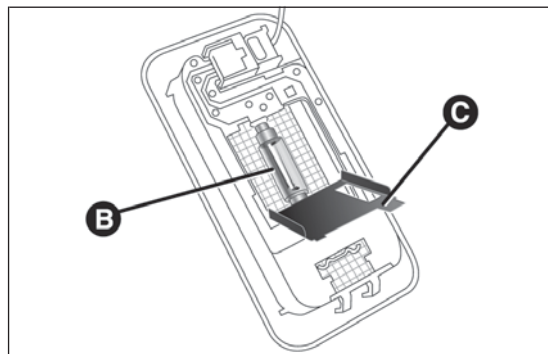

fig. 195
- ☐ aprire lo sportellino C fig. 195 e sostituire la lampada B, svincolandola dai contatti laterali;